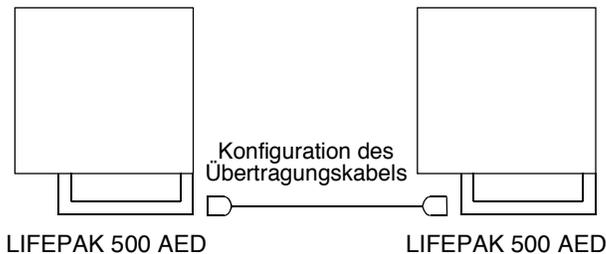

Abbildung 2-4 Anschlüsse zur Konfigurationsübertragung
- 2 Das Gerät wie in Abbildung 2-4 gezeigt anschließen: